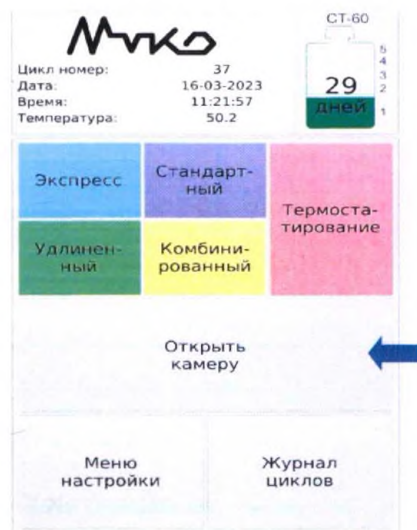

Рисунок 20
Открыть дверь камеры, нажав на клавишу «Открыть камеру» (Рисунок 20), извлечь стерилизуемый инструмент.
12.3.4 Откройте дверь камеры, нажав на клавишу «Открыть камеру» (Рисунок 20) или с помощью сенсорно-механической педали.